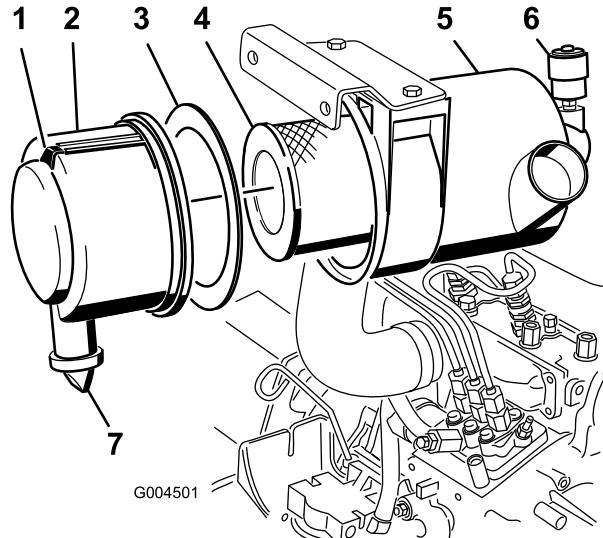

図 45
- エアクリーナの整備はインジケータ(図45)が赤色になっていたら、または400運転時間ごと(非常にホコリのひどい場所で使っている場合にはよりひんぱんに)行ってください。エアフィルタの整備のしすぎはかえつてよくありません。
- ラッチを引いて外し、カバーを左にひねってボディーからはずす(図45)。
- ボディーからカバーを外す(図45)。
- 1次フィルタ(図45)を取り外して交換する。
- カバーの内側に発泡樹脂製のガスケットが正しく(破損せずに)ついていることを確認する(図45)。破損しているガスケットは交換する。
- カバーからゴム製の出口バルブを取り外す(図45)。
- インジケータ(図45)が赤になっている場合はリセットする。